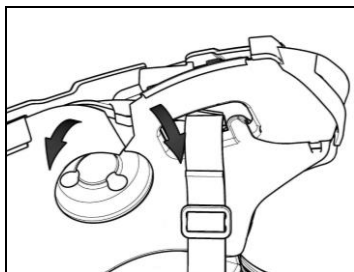

Fig. 10
- Sollevare il rivestimento plastico del guanciale (Fig. 10).